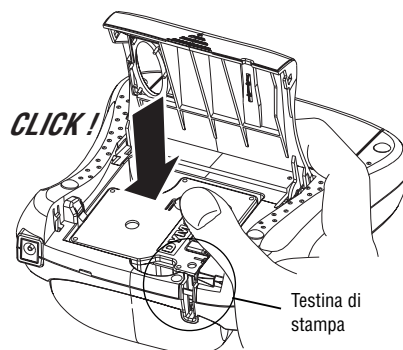

Figura 4
- Inserire la cassetta con il nastro della stessa e quello inchiosttrato disposti tra la testina stampante e il rullo di presa. Vedere Figura 4.